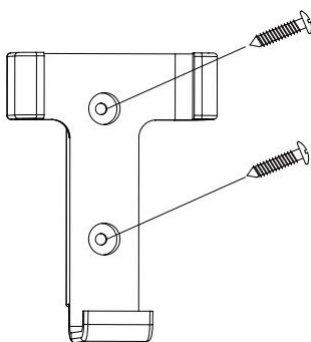

Fig. 12a
1. sare il supporto per telecomando a una parete adatta con le 2 viti (Fig. 12a).